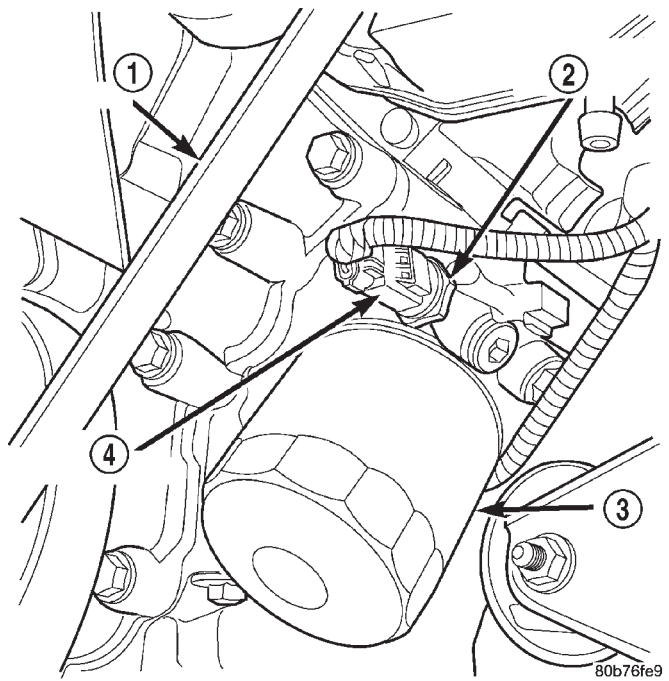

Abb. 116 Öldruckgeber
- (1) Batterie-Minuskabel (-) abklemmen.
- (2) Fahrzeug auf Hebebühne anheben.
- (3) Vorderen Spritzschutz ausbauen.
- (4) Kabel des Öldruckgebers abklemmen (Abb. 116).
- (5) Druckgeber ausbauen (Abb. 116).